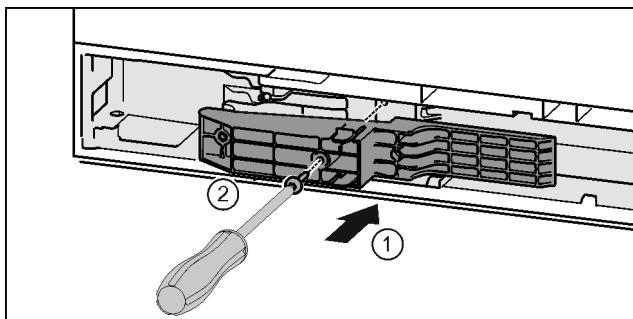

Fig. 43 \*
- Adapterstück auf der Griffseite in die Aussparung einsetzen. Fig. 43 (1)\*
- Schrauben mit Schraubendreher T15 festschrauben. Fig. 43 (2)\*